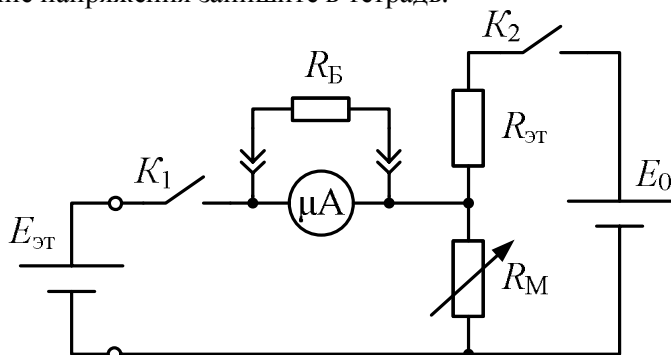

Рис. 2.12
4.2.1. Соберите схему, приведенную на рис.2.12. В качестве E_0 используйте регулируемый источник питания (ИП). Балластное сопротивление R_B включите в схему с помощью проводов со шты-
4.2.7. Включите в схему источник E_1 и балластное сопротивление $R_{\text{б}}$ (рис. 2.12). Повторите для E_1 пункты 4.2.4-4.2.6.